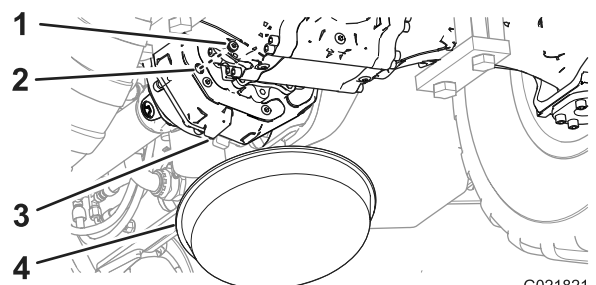

Figure 73
- Placez un bac de vidange sous la partie arrière du carter de transmission (Figure 73).
- Retirez le bouchon de l'orifice de contrôle de la transmission (Figure 73).
- Vérifiez par l'orifice de contrôle que le niveau d'huile dans la transmission atteint le bas du filetage de l'orifice (Figure 73).
- Placez le bouchon dans l'orifice de contrôle du carter de transmission (Figure 73).